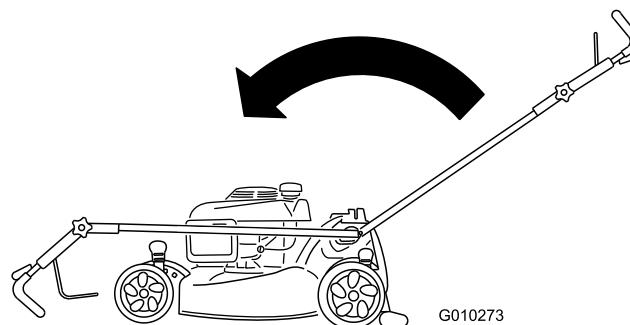

Figura 53
2. Spostate completamente avanti la stegola e allentate la manopola della sua sezione superiore (Figura 53).